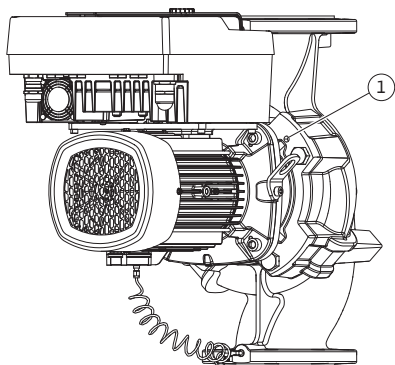
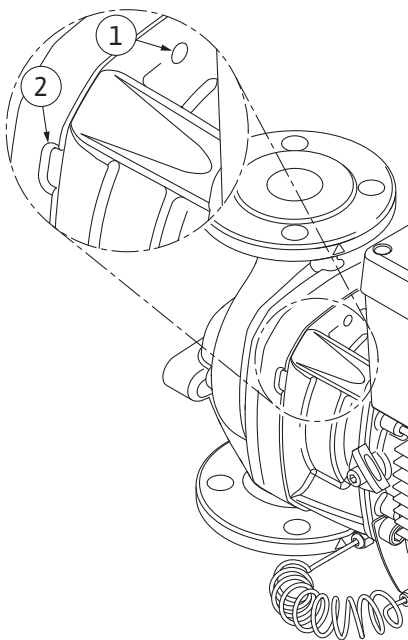

Fig. 104: Trykke av motor-løpehjulsenheten via gjengehull
Fig. 105: Gjengehull og spor for å trykke av motor-løpehjulsenhet fra pumpehuset
11. Løsne skruen (Fig. I/III, pos. 10, Fig. II/IV, pos. 29) som holder holdeplaten til differansetrykkgiveren. Trekk differansetrykkgiveren (Fig. I, pos. 8) med holdeplaten til siden, og la dem henge på trykkmåleledningene (Fig. I, pos. 7). Koble fra tilkoblingskabelen til differansetrykkgiveren i elektronikkmodulen, eller løsne og trekk av på pluggforbindelsen.
12. Løsne skruene pos. 29 for pumpetype (Fig. III, IV). Bruk de to gjengehullene (Fig. 104, pos. 1) ved siden av og egnede skruer som er klargjort på monteringsstedet (f.eks. M10 x 25 mm). Trekk motor-løpehjulsenheten av pumpehuset. Bruk de to gjengehullene M10 (se Fig. 105) og egnede skruer som er klargjort på monteringsstedet (f.eks. M10 x 20 mm), for pumpetypen (Fig. I og Fig. II). Sporene (Fig. 105, pos. 2) kan også brukes til avtrekking. Plasser f.eks. to skrutrekker og bruk dem som spak. Etter at den har blitt trykket ut ca. 15 mm, føres ikke motor-løpehjulsenhet lenger i pumpehuset.